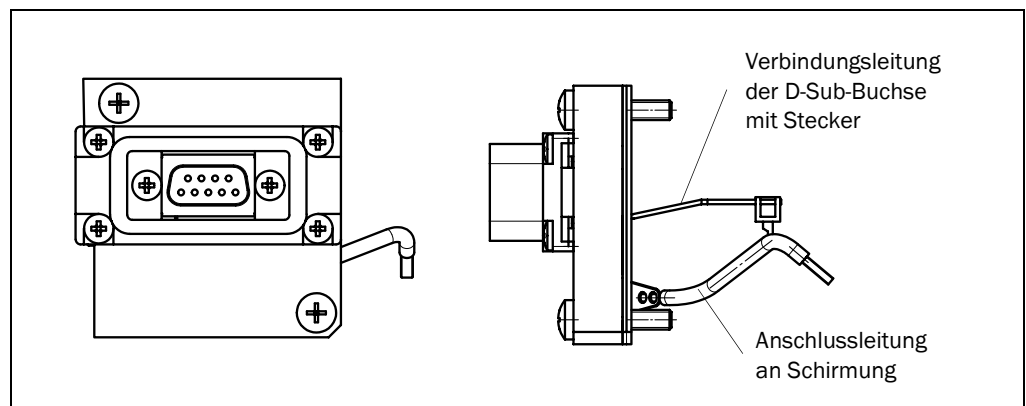

Abb. 2-3: Frontblende des CMF 400-1101: 9-pol. D-Sub-Buchse (IP 65) für Profibus-DP
1. Neue Frontblende (Abb. 2-3) mit Schrauben des Montagesatzes befestigen. Der Schirmung-Anschluss muss sich dabei am Boden des Anschlussmoduls befinden.